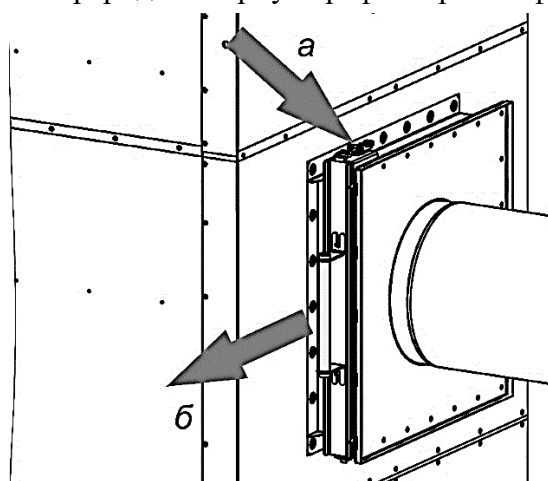

Рисунок 21
- 2) разжать замки-защёлки на корпусе префильтра (рисунок 21а);
- 3) извлечь сетчатый картридж префильтра (рисунок 21б);